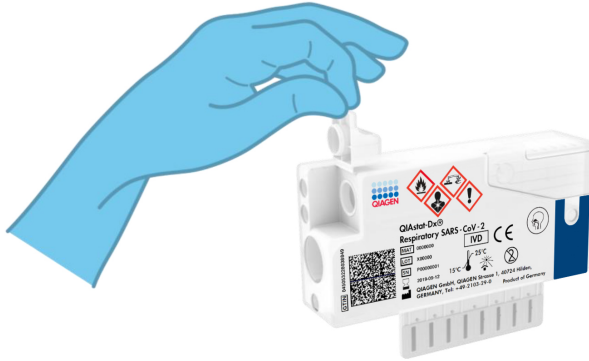

Figura 7. Apertura dello sportellino del campione della porta tampone.
4. Aprire lo sportellino del campione della porta tampone sul lato sinistro della QIAstat-Dx Respiratory SARS-CoV-2 Panel Cartridge (Figura 7).